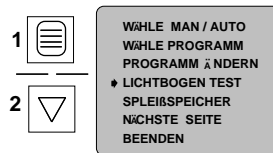

Abbildung 61
- a) Wählen Sie im Programm-Menü die Option "LICHTBOGENTEST" (siehe Abb. 61).